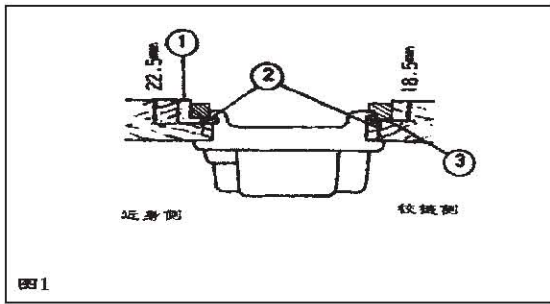

图1
四、机器的安装 (图1)
1. 油盘的安装:将油盘支座①和油盘座③装在台板矩孔的四角,用油盘座钉②将其固定,再装上油盘(图1)。